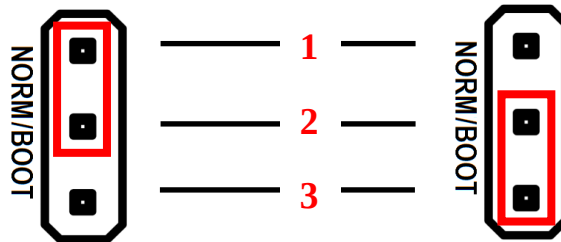

Рисунок 31. Разъем SW1: а) джампер в положении NORM (замкнуты контакты 1 и 2); б) джампер разъема в положении BOOT (замкнуты контакты 2 и 3)
6. Переставить джампер разъема **SW1** в положение **BOOT** (смотрите рисунок 31).